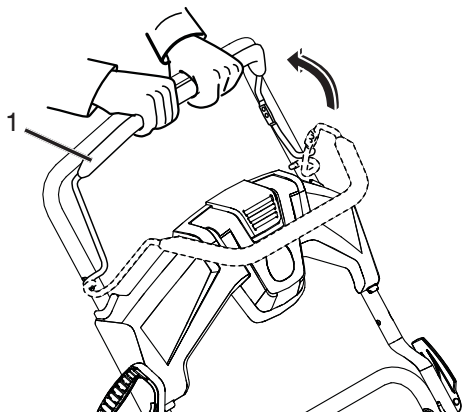

Figure 13
1. Pour embrayer les lames de la tarière, maintenir la barre de contrôle contre la poignée (Figure 13).